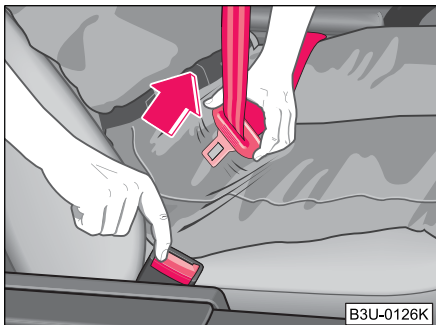

Abb. 96 Lösen der
- Drücken Sie die rote Taste im Gurtschloss ⇒ Abb. 96. Die Schlosszunge springt durch Federdruck heraus.